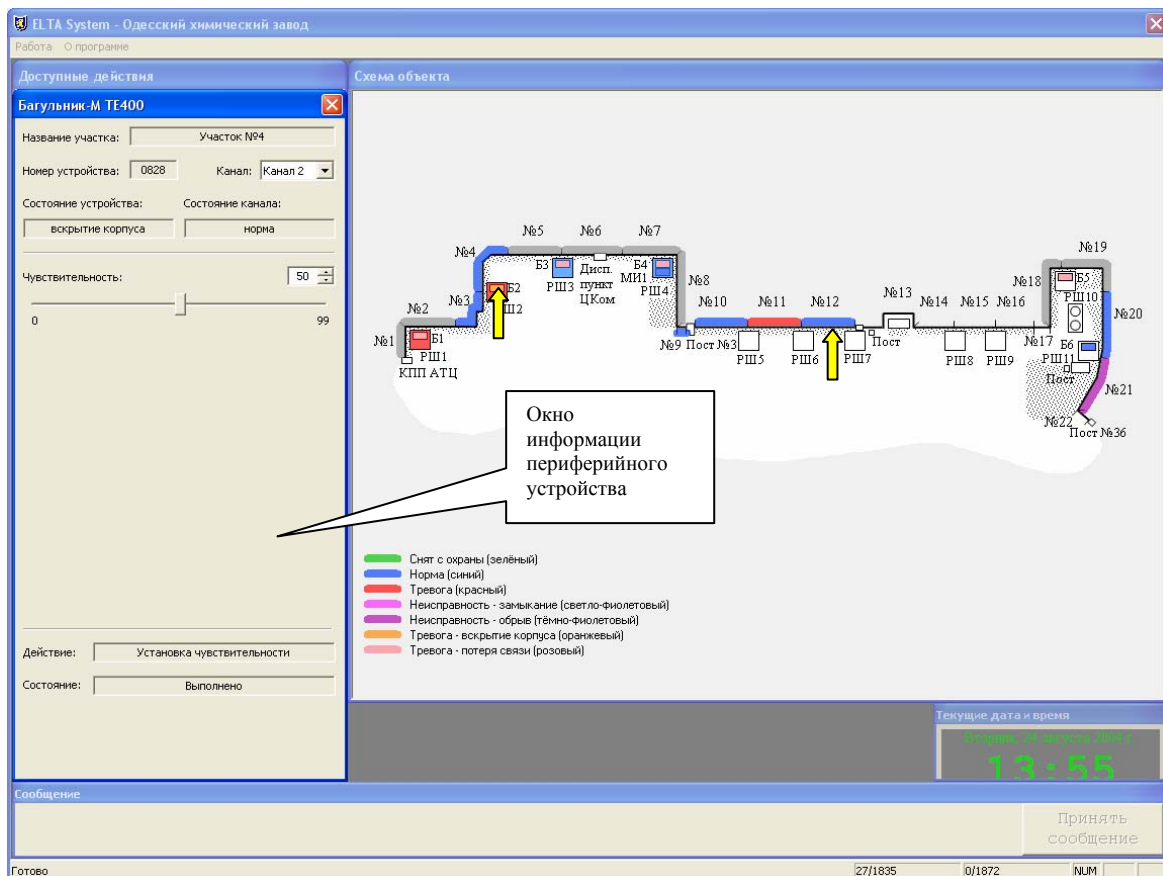

Рис.2.14
2.7.1. При наведении указателя «мыши» в поле графического плана объекта на какие-либо участки периметра, обслуживаемые периферийным устройством или на местоположение самого устройства, и клике средней кнопкой «мыши», в левой части экрана монитора появляется окно информации периферийного устройства. Для примера на рис. 2.14 показаны точки наведения курсора «мыши».